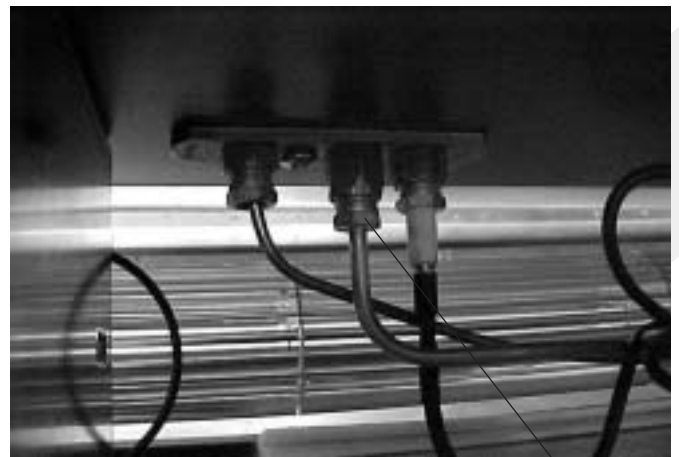

Fig. 1
1. Injecteur de veilleuse (fig 1)